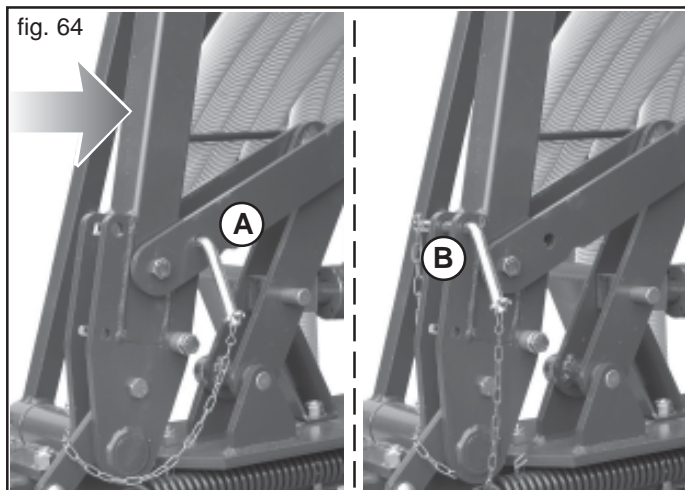

fig. 64
Antes de accionar el sistema hidráulico del marcador, ejerza con la mano una presión ligera sobre el brazo marcador en el sentido indicado por la flecha (Fig. 64), entonces, desenganche los dispositivos de seguridad de ambos brazos (A Fig. 64), colocándolos como indica la Figura 64 (B). Durante la circulación por la vía pública, bloquee con los dispositivos de seguridad los brazos marcadores (A Fig. 64) en posición vertical.
- Desenganche los seguros (Fig. 64) y abra manualmente los brazos marcadores de surcos hasta apoyarlos al suelo.